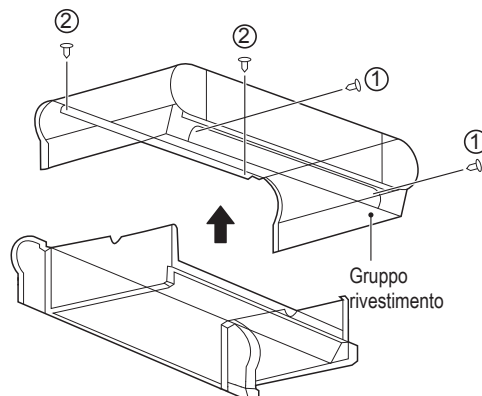

Figura 5-17 Rimozione del rivestimento
Come mostrato in Figura 5-17, rimuovere le viti ① *2 e ② *2 e poi il rivestimento.